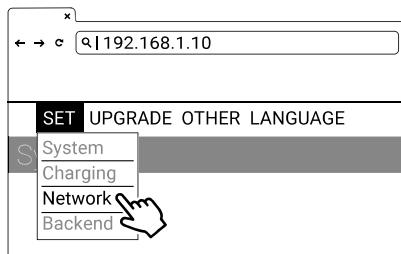

Figure 4-4. Menu CONFIGURATION
- 1) Sélectionner Network. Se référer à la figure 4-4 ci-après.